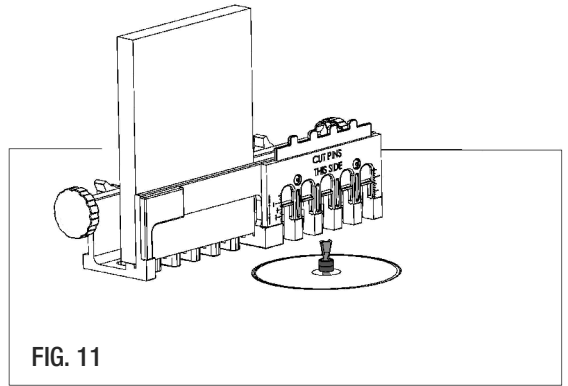

FIG. 11
6. Serrez la planche sur un établi ou fixez-la dans un étau, tel qu'illustré (FIG. 10). Si vous utilisez une table à toupie, assurez-vous que la face qui indique « Cut Tails This Side » est dirigée vers la table à toupie. (FIG. 11)